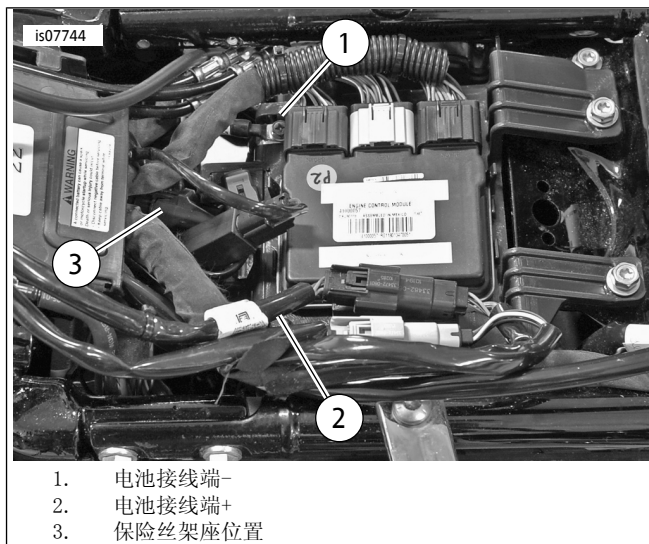

图11. 电池连接
- 参见图11。断开乘客靠背后方的[162]。
- 参见图11。安装线槽盖。